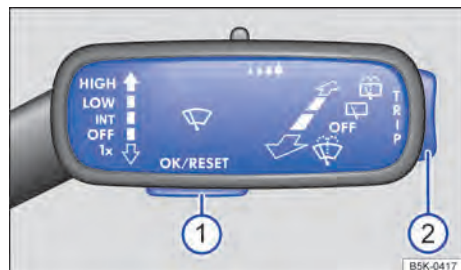

Fig. 19 Veículos sem volante multifunções: botão  na alavanca dos limpadores dos vidros para confirmação dos itens de menu e chave  para alternar entre os menus.
- Se uma mensagem ou o pictograma do veículo forem exibidos, pressionar o botão → Fig. 19 , caso necessário, pressionar várias vezes.
- Para a exibição dos menus → Página 31 ou para retornar para a seleção de menu a partir de um menu ou de uma tela de informação, basta manter o seletor → Fig. 19 ② pressionado.
- Para acessar o menu ou a tela de informação exibida, pressionar o botão → Fig. 19 ① e esperar até que o menu ou a tela de informação abra automaticamente após alguns segundos.
- No menu exibido, pressionar o seletor → Fig. 19 ② para cima ou para baixo até que o item de menu desejado esteja selecionado.
- Pressionar o botão → Fig. 19 ① para assumir a alteração desejada. Um “sinal de visto” identifica a ativação da função ou do sistema.